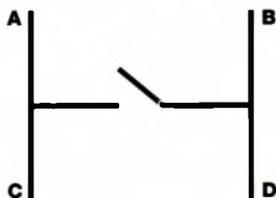

РИСУНОК 15.5
- Центральный контакт потенциометра должен быть подключен к контакту 3 ЖК-дисплея (VO). Теперь подключите один из внешних контактов потенциометра к контакту GND, а другой — к контакту 5V платы Arduino. Потенциометр управляет контрастностью ЖК-дисплея.
- Установите кнопку на макетную плату так, чтобы она перекрыла канавку в центре. Метки контактов показаны на рис. 15.5.